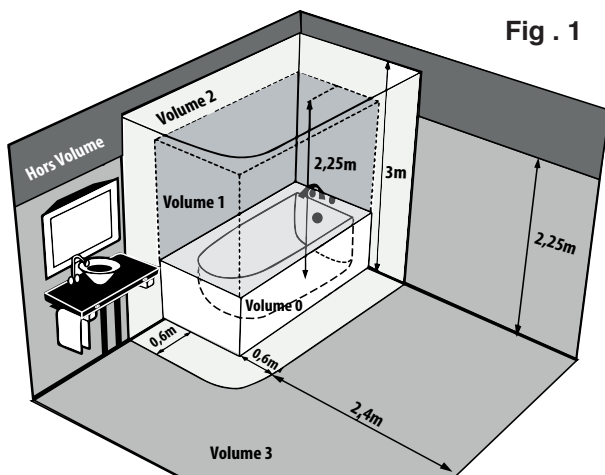

Fig . 1
- L'appareil peut être installé dans les volumes 2 ou 3 des salles d'eau (cf. figure 1).